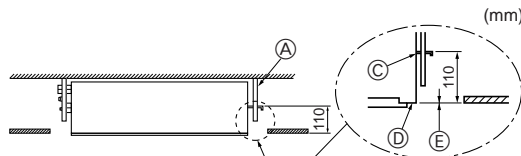

Fig. 2-9
5. Serrer tous les écrous. (Fig. 2-9)
① Boulon de suspension (3/8" ou M10)
② Tuyau en plastique transparent
③ Dessous du support
④ Attacher le panneau avant ici
⑤ Faire en sorte que ces surfaces soient au même niveau (0 - 3 mm)